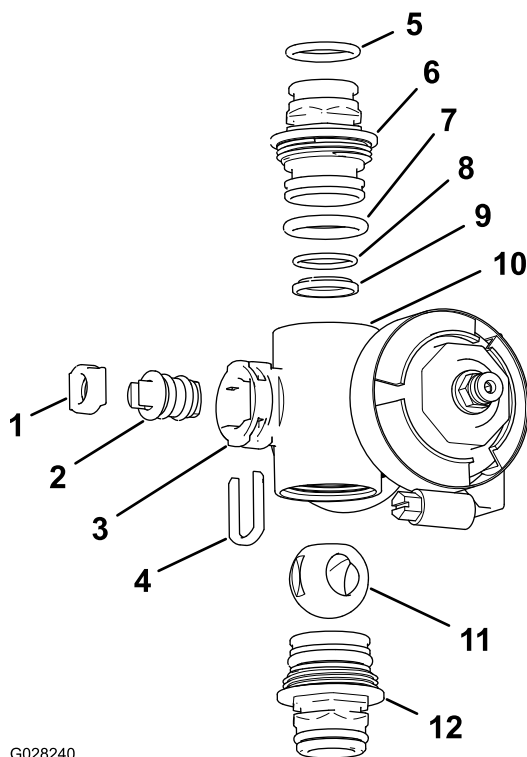

Bild 141
2. Nehmen Sie die zwei Endkappen-Anschlussstücke von jedem Ende des Verteilergehäuses ab (Bild 140 und Bild 141).
4. Nehmen Sie den Schafthalter aus den Schlitzen im Schaftanschluss im Verteiler heraus (Bild 140 und Bild 141).
5. Nehmen Sie den Schafthalter und den Ventilschaftsocket aus dem Verteiler heraus (Bild 140 und Bild 141).
6. Fassen Sie in das Verteilergehäuse und nehmen Sie den Ventilschaft heraus (Bild 140 und Bild 141).
1. Überprüfen Sie den Zustand der O-Ringe des Auslaufanschlussstücks (nur Abschnittventilverteiler), der Endkappen-O-Ringe, der hinteren O-Ringe und den Kugelsocket auf Beschädigungen oder Abnutzung (Bild 140 und Bild 141).
2. Fetten Sie den Ventilschaft ein und setzen ihn in den Ventilschaftsocket (Bild 140 und Bild 141) ein.
3. Setzen Sie den Ventilschaft und den Sockel in den Verteiler und befestigen Sie den Schaft und den Sockel mit dem Schafthalter (Bild 140 und Bild 141).
4. Stellen Sie sicher, dass die hinteren O-Ringe und der Kugelsocket ausgefluchtet sind und im Endkappen-Anschlussstück sitzen (Bild 140 und Bild 141).
5. Bringen Sie das Endkappen-Anschlussstück am Verteilergehäuse an, bis der Flansch des Endkappen-Anschlussstücks das Verteilergehäuse berührt, drehen Sie dann das Endkappen-Anschlussstück um eine weitere Achtel- bis Viertelumdrehung (Bild 140 und Bild 141).